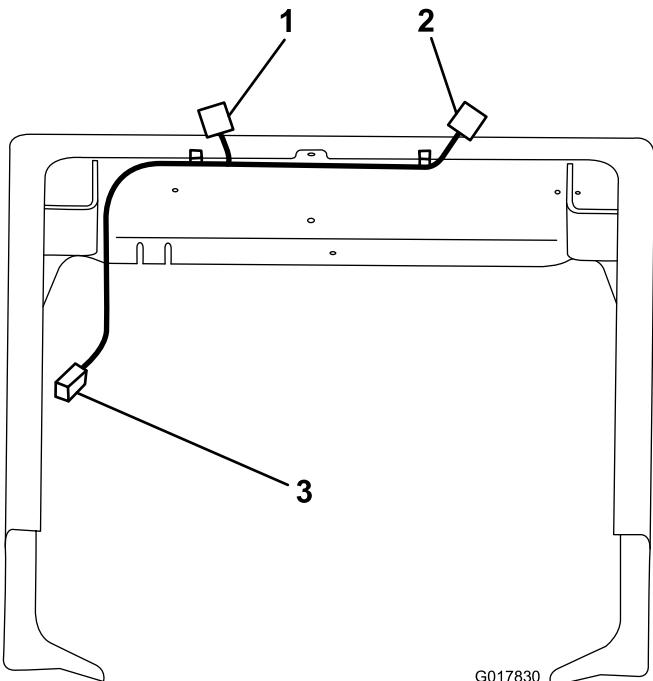

Figure 15
- Disposez le faisceau de câblage arrière comme montré à la Figure 15. Notez que le côté le plus long du faisceau de câblage terminé par un connecteur plat à quatre broches doit être acheminé vers le feu arrière gauche.
| | 2. Fixez le faisceau arrière au châssis de la machine avec les 2 clips de serre-câble en plastique du faisceau (Figure 15). |
3. Branchez les connecteurs (plats à quatre broches) des feux arrière droit et gauche aux connecteurs correspondants (Figure 15).
4. Acheminez le reste du faisceau de câblage vers l'avant jusqu'au faisceau de câblage principal existant du véhicule sur le côté droit de la machine (Figure 15).
5. Localisez le connecteur du faisceau principal du véhicule étiqueté "BRAKE AND SIGNAL LIGHT KIT" (kit freins et clignotants) et raccordez-le au connecteur à l'extrémité du nouveau faisceau de câblage (Figure 15).
6. Utilisez des serre-câbles pour attacher le faisceau de câblage au faisceau de câblage principal existant du véhicule le long du châssis (Figure 15).